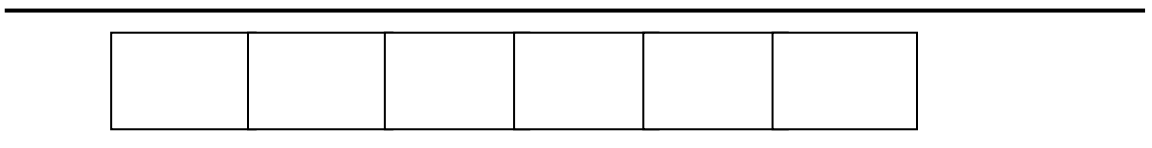
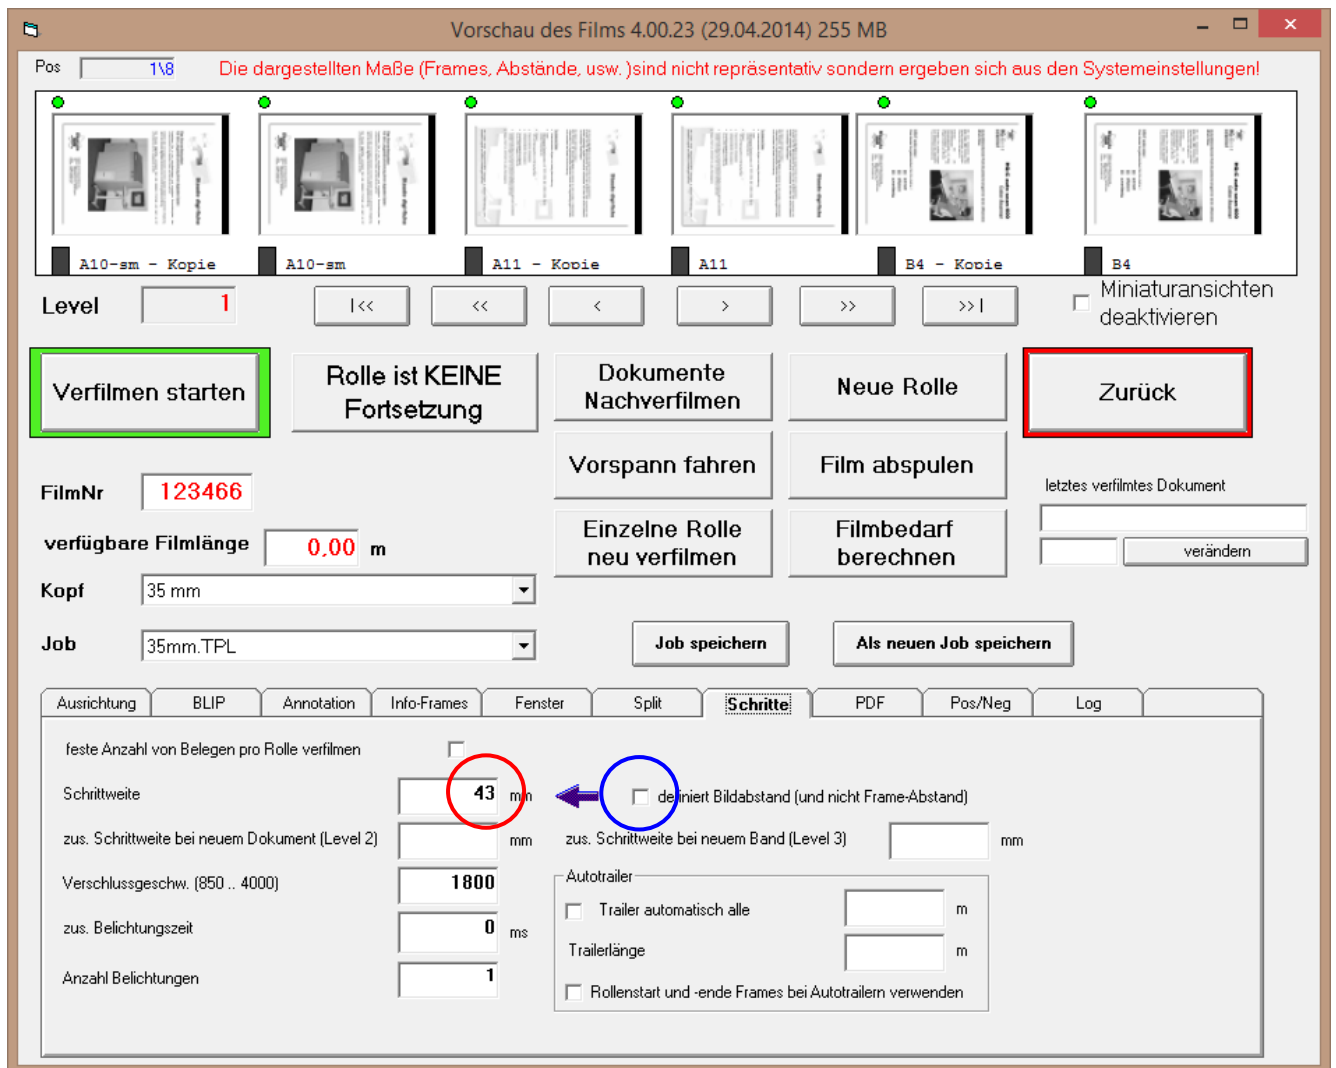

Bild 21
Bild 22
1. Alle Images hängen zusammen (Bild 21) → Überprüfen Sie die „Schrittweite“ im „Vorschau des Films“ Fenster, diese müssen mindestens 43 bei 35mm und 10 bei 16mm Film betragen. (Roter Kreis in Bild 22). Das Kästchen „definiert Bildabstand...“ (Blauer Kreis) darf **nicht** mit einem Häkchen versehen sein.